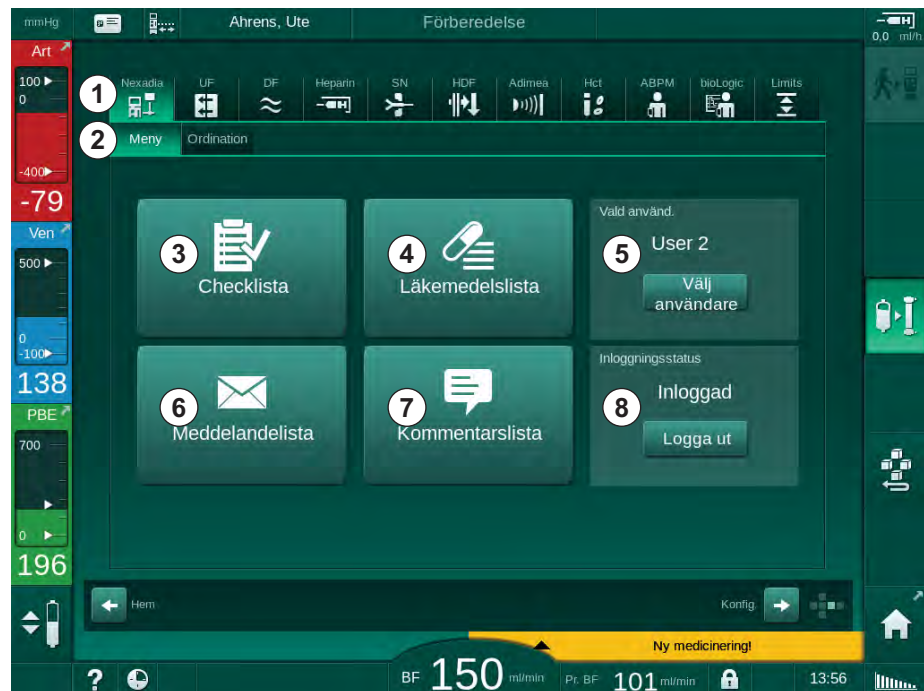

Bild 11-34 Nexadia-menyn på skärmen *Behandlingsdata*
Vid användning av Nexadia kan maskinen skicka och/eller ta emot information (t.ex. meddelanden, kommentarer och listor) mellan maskin och dataserver. Det finns också ett val av användare. Dessa funktioner hanteras i Nexadia-menyn. Den här menyn öppnas genom att man trycker på *Nexadia*-ikonen (Bild 11-34, ①) och *Meny*-knappen ② på skärmen *Behandlingsdata*.
1. Tryck på ikonen *Välj användare* i Nexadia-menyn (Bild 11-34 Nexadia-menyn på skärmen Behandlingsdata (296), ⑤).
1. Tryck på *Kommentarslista* i Nexadia-menyn (Bild 11-34 Nexadia-menyn på skärmen Behandlingsdata (296), ⑦).
1. Tryck på ikonen *Checklista* i Nexadia-menyn (Bild 11-34 Nexadia-menyn på skärmen Behandlingsdata (296), ③ ).
1. Tryck på ikonen *Läkemedelslista* i Nexadia-menyn (Bild 11-34 Nexadia-menyn på skärmen Behandlingsdata (296), ④).
1. Tryck på ikonen *Meddelandelista* i Nexadia-menyn (Bild 11-34 Nexadia-menyn på skärmen Behandlingsdata (296), ⑥).